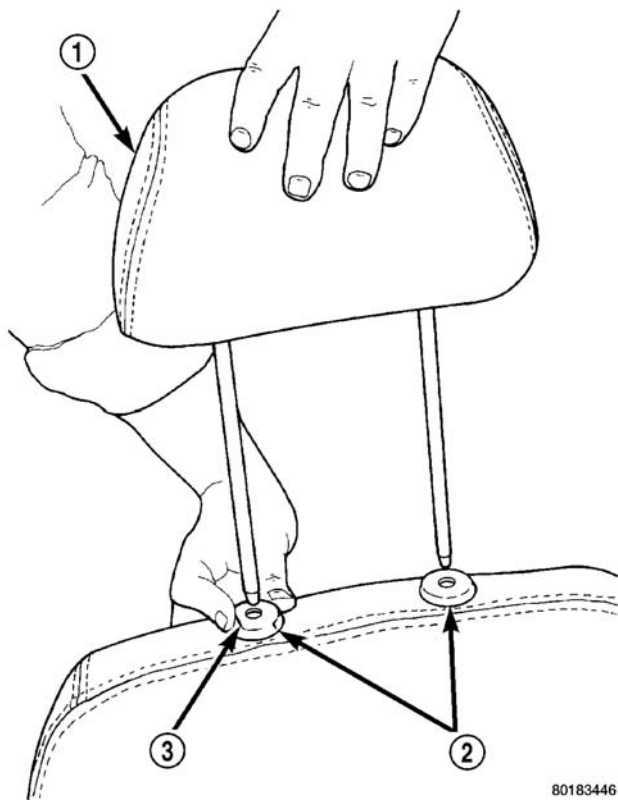

图 9 头部保护装置
- (1) 将头部保护装置提到行程的顶部。
- (2) 按压在座椅靠背顶部的衬套侧的锁钮（图 9）。
- (3) 从座椅靠背顶部拉出头部保护装置。